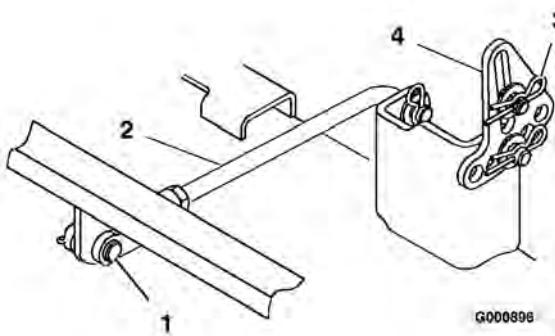

Bild 51
6. Entfernen Sie den Splint und den Lastösenbolzen von den hinteren Drehzapfenstangen (Bild 51) an beiden Mähwerkseiten.
(Bild 51). Merken Sie sich das Loch, in dem die Nivellierhalterung befestigt ist, für den Wiederzusammenbau. Schieben Sie die Bügel vom Montagestift herunter.
6. Befestigen Sie die hintere Drehzapfenstange mit dem Splint und dem Lastösenbolzen an jeder Seite des Mähwerks am Traktor (Bild 51).
7. Schieben Sie die Nivellierhalterungen auf die Befestigungsstifte und befestigen Sie die Halterungen mit den Scheiben und Splints ab (Bild 51).